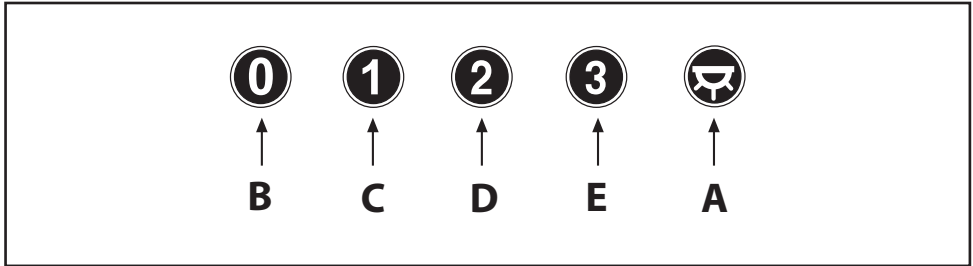

Fig.12
• **Układ sterowania Stery mechaniczne (Rys.12.)** znaczenie symboli jest następujące: